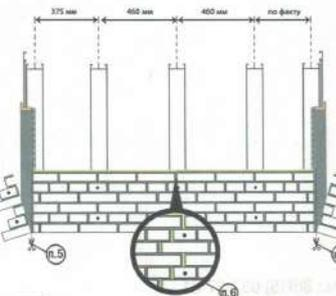

рис. 3
6. Производим монтаж термосайдинга на стену (смотри инструкцию по монтажу термосайдинга) рис.3 п.6
7. Завершающим этапом монтируем термосайдинг на внутреннюю часть откоса, предварительно отрезав панель до необходимых размеров рис.3 п.7 (для примыкания этой панели к оконному отливу можно использовать J-профиль)
4. Монтаж панелей производим слева на право. Первую панель отрезаем, как показано на рис. 3 п. 5 и вставляем ее вплотную, в левый наружный угол. Монтируем панель при монтаже используем саморезы и «гриб шайбу» (гриб шайба в комплекте). Вставляем декоративные заглушки «кирпич». При монтаже последующих панелей, левым краем мы фиксируем правый край предыдущей панели рис.3 п.6. Крайнюю правую панель вставляем в пазы и накладываем на угол. Отмеряем размер до утеплителя наружного угла и отрезаем панель. рис.3 п.7. Отрезанную панель вставляем в наружный угол и левым краем прижимаем в замок предыдущую панель.